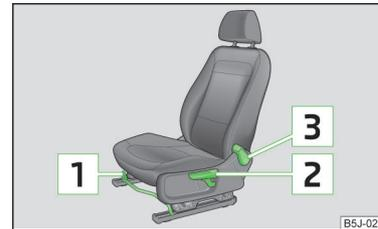

Abb. 38
- › Den Hebel (im mittleren Bereich) » Abb. 38 nach oben ziehen und dabei den Sitz in die gewünschte Position schieben.
- › Möchte man den Sitz anheben, den Hebel » Abb. 38 nach oben ziehen bzw. pumpen.
- › Die Sitzlehne entlasten (sich nicht anlehnen), den Hebel » Abb. 38 nach hinten ziehen und mit dem Rücken die gewünschte Neigung der Sitzlehne einstellen.